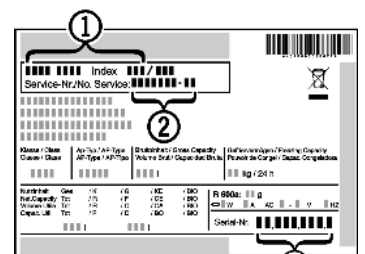

Fig. 55
- ▶ Gerätebezeichnung *Fig. 55 (1)*, Service-Nr. *Fig. 55 (2)* und Serial-Nr. *Fig. 55 (3)* vom Typenschild ablesen. Das Typenschild befindet sich an der linken Geräteinnenseite.